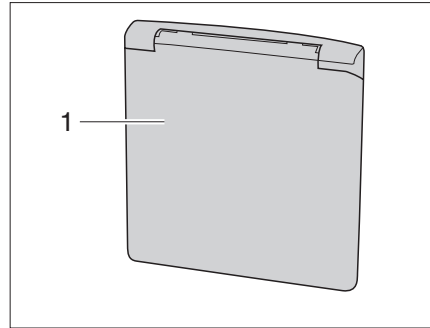

Fig. 9 Clapet pour prise 230 V
- Saisir le clapet extérieur (Fig. 9,1) par le bas et le relever vers le haut.
- Faire basculer vers le bas le portillon extérieur (Fig. 9,1) et le fermer.